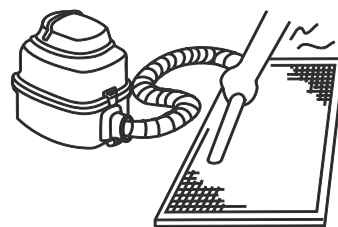

Рис. 5-15
a. Во время чистки пылесосом приточная сторона фильтра должна быть направлена вверх (см. рис. 5-15).